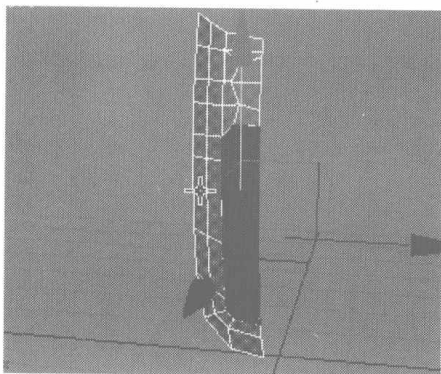
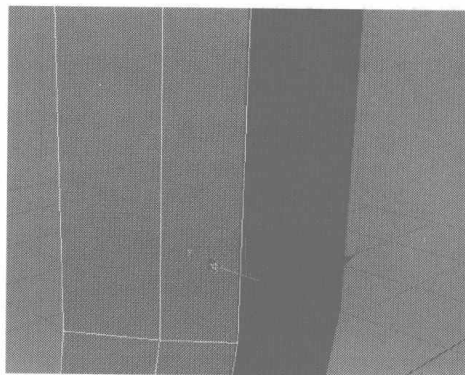

图 3.71
图 3.72
- 07** 选择如图 3.71 所示的面，在 Perspective 视图将该面沿 Y 轴向里移动少许，如图 3.72 所示，使其看上去有凹陷的感觉。